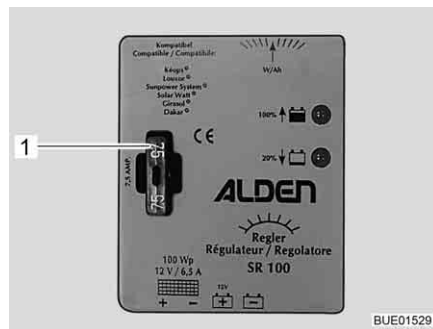

Fig. 116 Fusibile regolatore di carica del pannello solare 100 W
- Sostituire il fusibile piatto 5 A/marrone chiaro (Fig. 116,1).